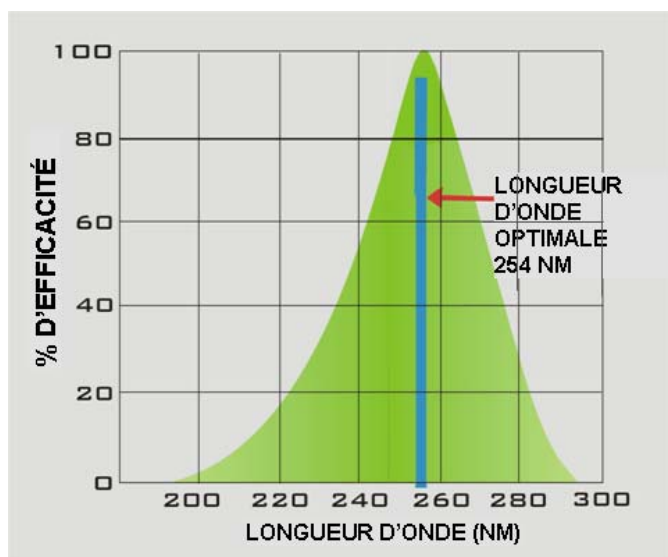

Figure 2: % efficacité en fonction de la longueur d'onde émise par la lampe UV
La lumière ultraviolette (UV) est un rayonnement électromagnétique qui se déplace par ondes dans toutes les directions à partir de la source émettrice (lampe). On la trouve dans le spectre lumineux entre les rayons X et la lumière visible; la longueur d'onde de la lumière ultraviolette varie de 200 à 390 nanomètres (nm). Du point de vue de la désinfection microbienne, la longueur d'onde la plus efficace est 254 nm, car il s'agit de celle pour laquelle l'intensité énergétique est optimale. Cette relation entre l'efficacité de la désinfection microbiologique et la longueur d'onde émise par la lampe UV est illustrée à la figure 2.